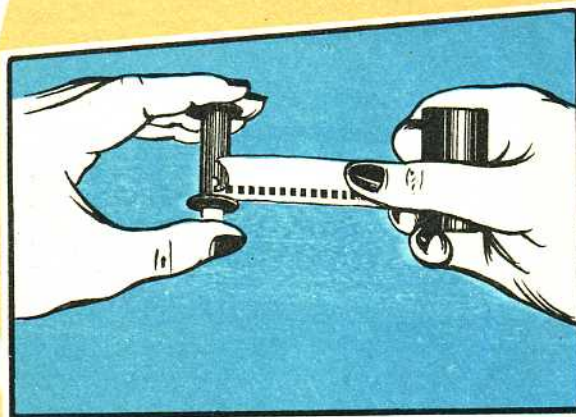

Рис. 10
2. Вытащив из кассеты свободный конец пленки на длину не более 10 см, закрепите его на приемной катушке под пружиной (см. рис. 10) так, чтобы первое перфорированное отверстие пленки стало чуть дальше выступа